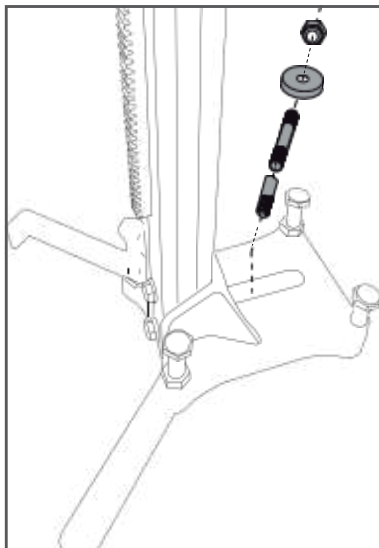

РИС. 4
3. С помощью шестигранного ключа снимите часть фиксирующего кольца (Рис. 4).